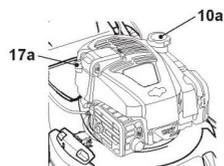

Fig. 9
3. Dévisser et retirer le bouchon du réservoir de carburant (10 a) (Fig. 9).